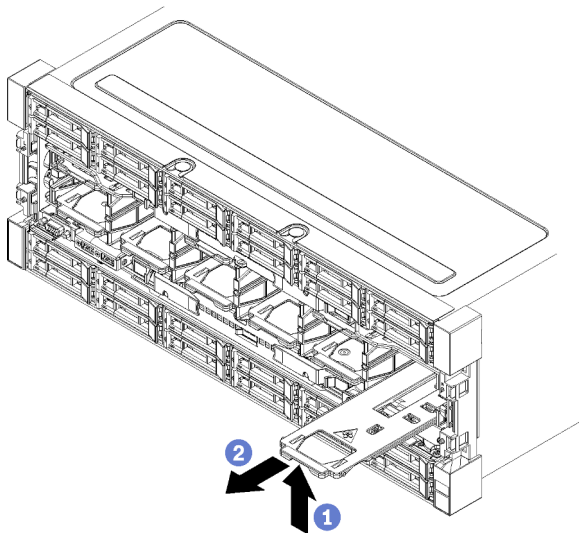

Figura 63. Remoção do ventilador
- Etapa 1. Pressione a alça do ventilador para o centro do servidor para soltar a trava; em seguida, puxe o ventilador parcialmente para a frente (consulte Figura 63 "Remoção do ventilador" na página 107) e aguarde 10 segundos.